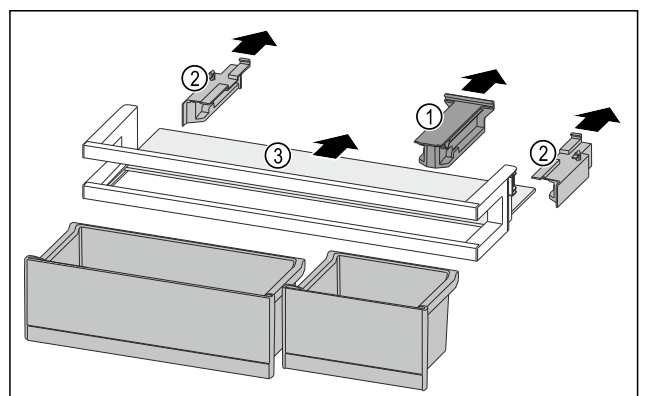

Fig. 121
- ▶ Снимите крепление Fig. 121 (1).
- ▶ Снимите боковые части Fig. 121 (2).
- ▶ Извлеките съемную полку Fig. 121 (3).